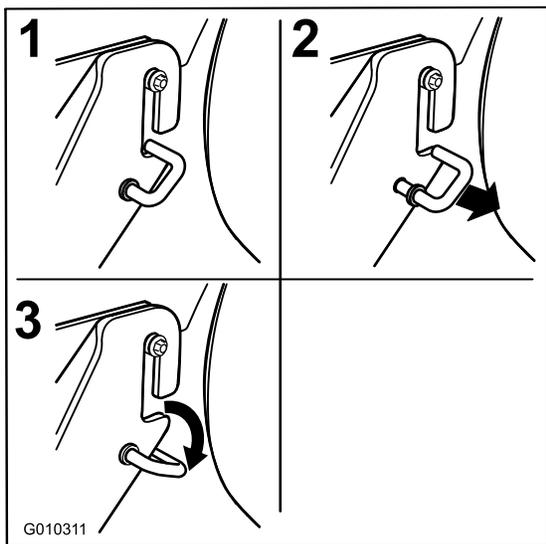

Figure 66
1. Décrochez les crochets en J à ressort de la fente des supports des pattes de fixation arrière de chaque côté du tablier (Figure 66).